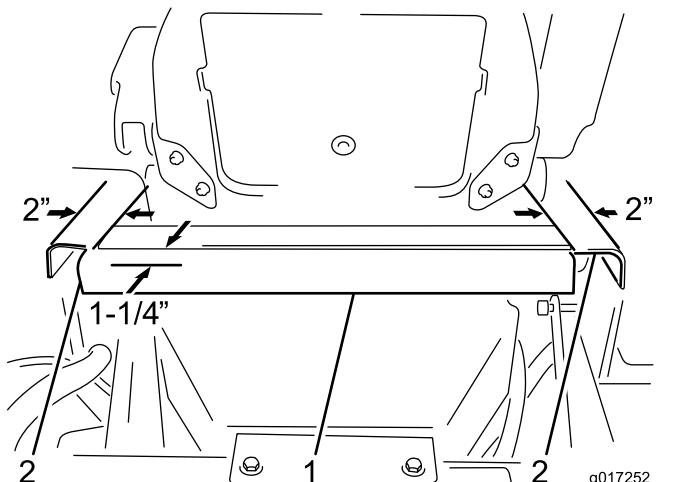

図6
- 図6に示す寸法にしたがって、シートの後ろにあるプラスチックのコーナー部を加工して、エンクロージャからくるホースとワイヤハーネスが通れる隙間をつくる。ノッチは両方とも幅50 mm、高さ32 mmとする。